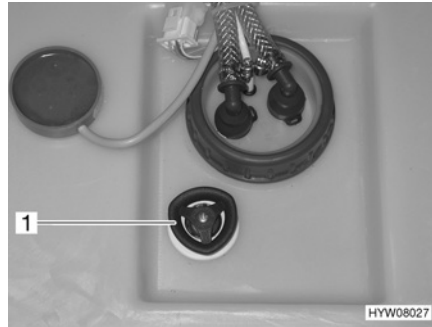

Fig. 104 Réservoir d'eau avec poignée tournante
- Faire tourner la poignée tournante (Fig. 104,1) du réservoir d'eau à fond dans le sens inverse des aiguilles d'une montre au-delà de la résistance pour ouvrir entièrement l'ouverture d'écoulement.